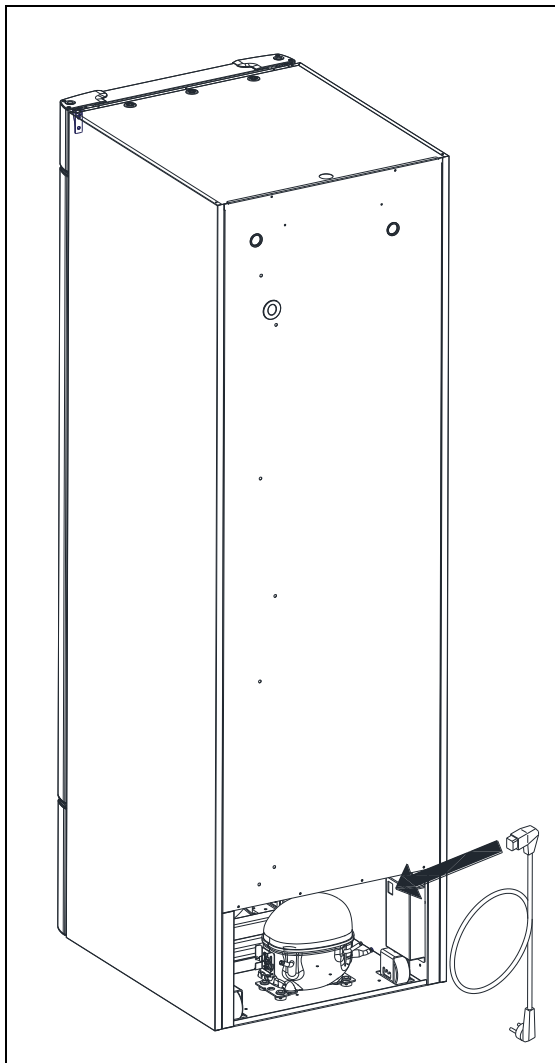

Fig. 4
-  Schließen Sie das Gerät nur an die auf dem Typenschild angegebene Netzspannung an. Bei Unklarheiten bezüglich des Anschlusses fragen Sie bitte Ihren Händler. Verwenden Sie hierzu nur die mitgelieferte Anschlussleitung 3x1mm² (Fig. 4).
Schließen Sie das Gerät an eine Steckdose an. Dafür muss zuerst das beiliegende Netzkabel wie in Abb. 4 dargestellt angeschlossen und anschließend mit einer Steckdose verbunden werden.